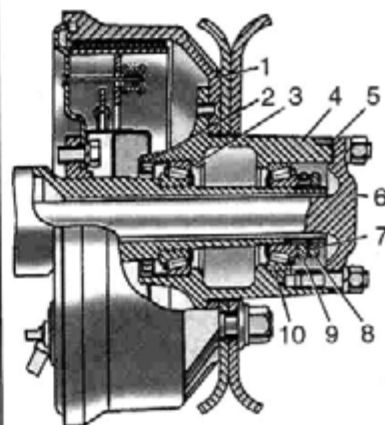

Рис. 6.22. Ступица заднего колеса:
- поднять колеса домкратом так, чтобы шины не касались плоскости опоры. Отвернуть гайки и вынуть полуось 6 (рис. 6.22), отвернуть наружную гайку 8, снять замочную шайбу 7 и, ослабив гайку 9 крепления подшипников на $\frac{1}{3}$ – $\frac{1}{2}$ оборота, проверить легкость вращения колеса. В случае торможения колеса устранить причину тугого вращения его (задевание барабана и тормозных колодок) и только после этого проводить регулировку;
- отвернуть гайки и вынуть полуось (см. рис. 6.22);